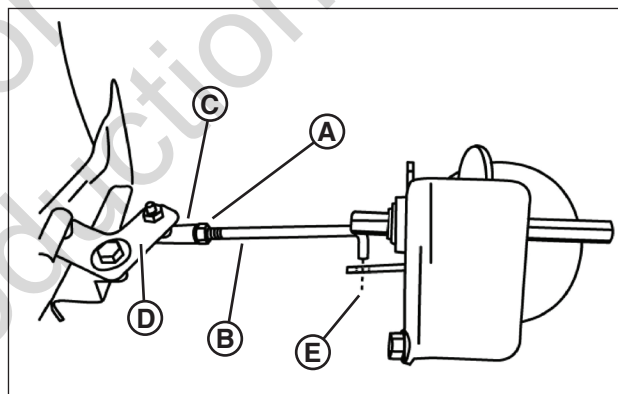

Figure 28: Réglage de la tige de transfert
4. Desserrez le contre-écrou (**A**, **Figure 28**) fixant la tige de transfert (**B**) au joint à rotule (**C**) sur le support d'articulation (**D**).